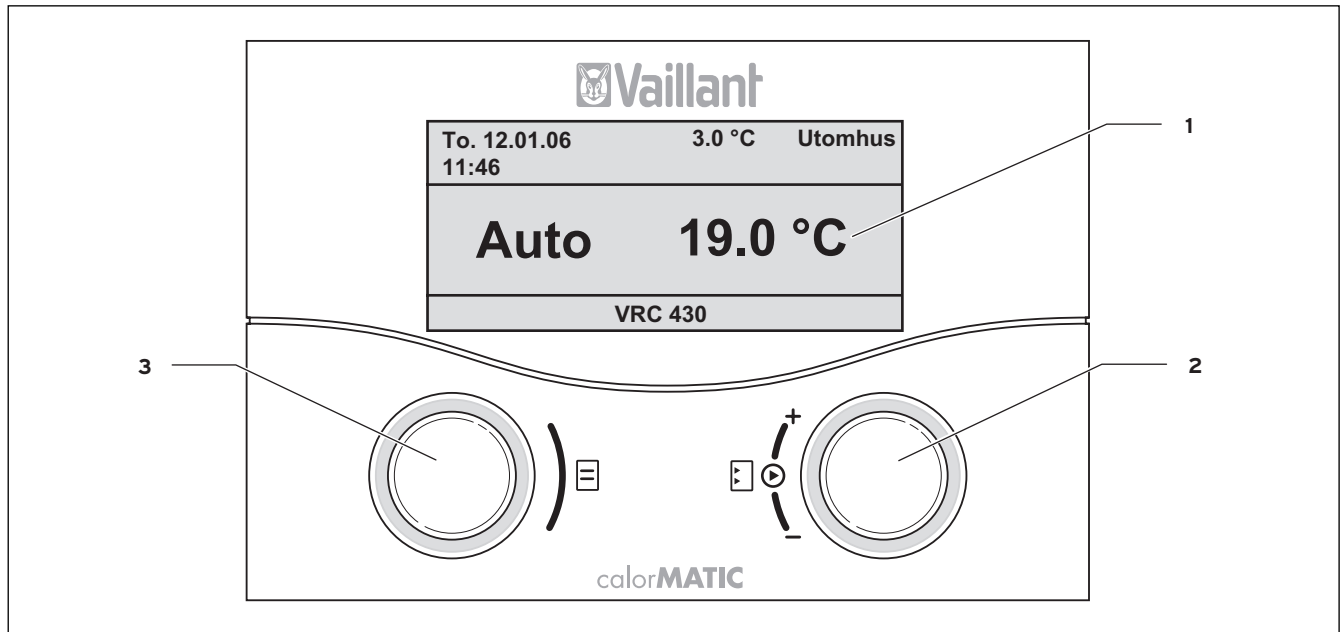

Bild 4.1 Översikt manöver- och indikeringspanel
Bild 4.1 visar på displayen en förenklad grundvisning. Den förenklade grundvisningen ger följande information:
- förenklad grundvisning (bild 4.1)
De båda inställarna (bild 4.1 pos. 2 och 3) fungerar enligt Vaillant-principen "vrid och klicka".